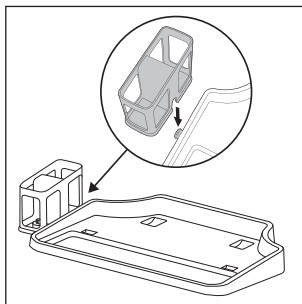

Afb. 3
- ♦ Wikkel het snoer **17** helemaal om de bovenste en onderste kabelhouder **16/20** (zie afb. 3).